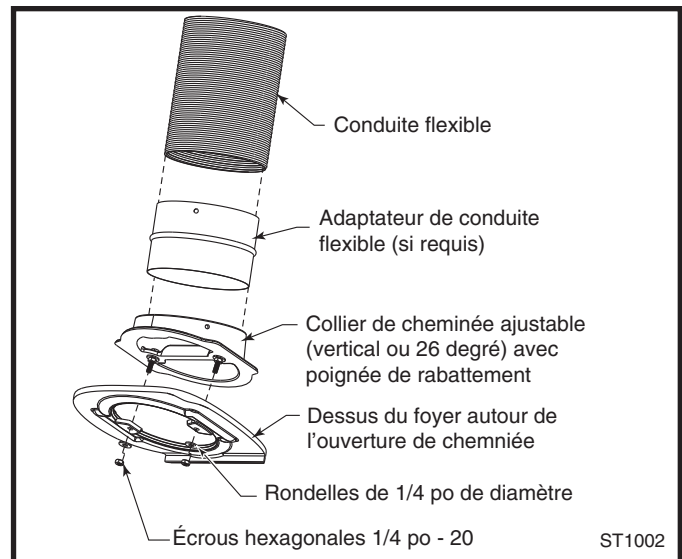
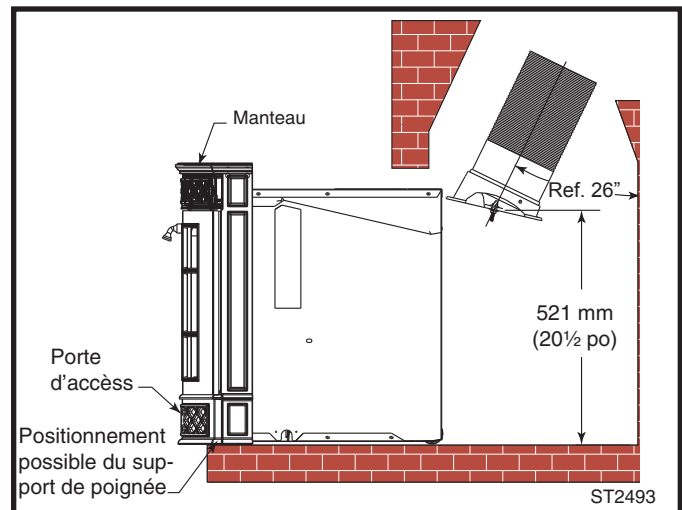
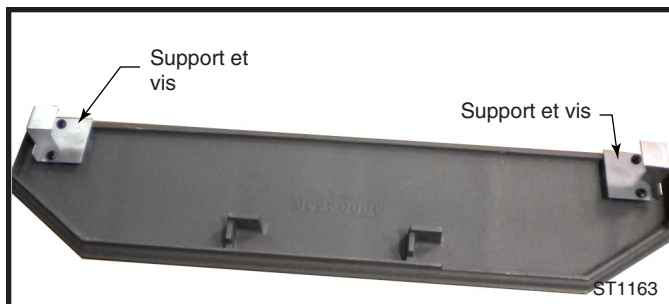

Fig. 6 Composantes du système de ventilation.
Fig. 7 Hauteur mesurée depuis la surface finie de l'âtre au centre de la poignée de rabattement du collier.
Fig. 8 Fixer le support au manteau à l'aide de deux (2) vis Philips.
3. **Installation du système de ventilation :** en fonction du type de configuration, il peut être plus facile pour vous d'installer d'abord le connecteur ou la conduite de cheminée en acier inoxydable. Référez-vous à la figure 6 pour visualiser les composantes du système de ventilation.
- Retirer le collier de cheminée en acier du foyer et fixer sur ce dernier soit l'adaptateur ou la conduite de cheminée en perçant trois (3) trous. Il faut vous servir des trois trous se trouvant sur le collier comme guide de perçage.
- Fixer le conduit de raccordement de façon à ce que la hauteur mesurée entre la surface finie de l'âtre au centre de la poignée de rabattement du collier soit de 521 mm (20-1/2"). (Fig. 7) Ceci facilitera la fixation une fois le foyer en place.
4. Acheminer le fil de courant de la soufflante. Faire parvenir le fil électrique au coin droit ou gauche de l'insert. Retirer les deux (2) portes d'accès ou de ventilation (Fig. 7). Retirer les vis et les rondelles se trouvant de chaque côté du porte-cendre pour le libérer de la façade. Si vous acheminer le fil électrique depuis le côté gauche, retirer les deux (2) vis retenant le support du rhéostat au montant de la soufflante. Insérer l'œillet le plus près de la soufflante dans l'ouverture du montant de la soufflante (côté droit ou gauche). fixer le support du rhéostat à l'aide des deux vis retirées précédemment. Retirer la plaque de recouvrement et insérer l'œillet fourni dans la fente. Remettre la plaque de recouvrement en place.
5. **Installer le manteau et la porte d'accès.** Retirer le manteau préemballé de son emballage et installer les deux (2) supports sur la face intérieure du manteau en utilisant quatre (4) vis noires 1/4" – 20 à tête de type
Philips comme démontré à la figure 8. Les supports et les vis se retrouvent dans le sac de quincaillerie placé à l'intérieur de l'unité. Déballez les deux (2) portes d'accès pré-assemblées et ajustez-les en place.
8. **Joindre le collier de conduite de cheminée :** Depuis l'intérieur de l'ouverture du foyer, tirer sur la poignée de rabattement du collier et aligner les deux (2) tiges filetées de 1/4" situées sur le dessus du foyer. Il est important de faire attention de ne pas déplacer le joint d'étanchéité scellant le collier avec le dessus du foyer. Serrer les deux (2) écrous 1/4".
10. Installer le support de rangement de la poignée en glissant simplement l'extrémité plate sous le côté droit ou gauche du foyer. (Fig.7)